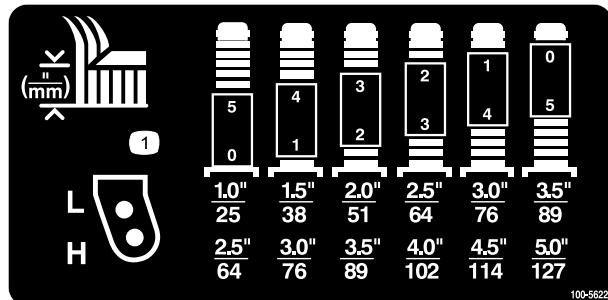

Figura 7
- Coloque los ejes de las ruedas giratorias en el mismo taladro en ambas horquillas. Consulte Figura 6 y Figura 7 para saber cuáles son los taladros adecuados para esta configuración.
Consulte Figura 7 para saber la combinación de espaciadores para esta configuración.